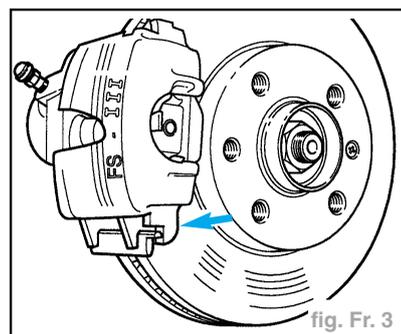

fig. Fr. 3
- Commencer par présenter le carter d'étrier de frein en bas (flèche) (fig. Fr. 3).